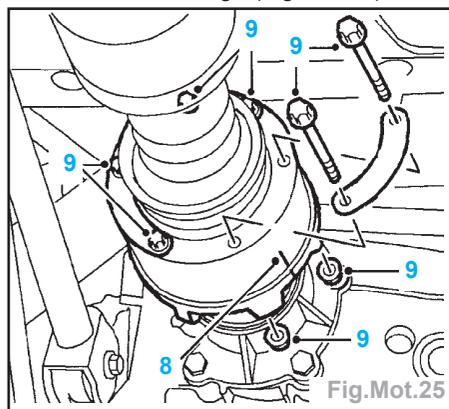

Fig.Mot.25
- Repérer les flasques de l'arbre de transmission et du réducteur IRD (8), pour faciliter l'assemblage (Fig.Mot.25).